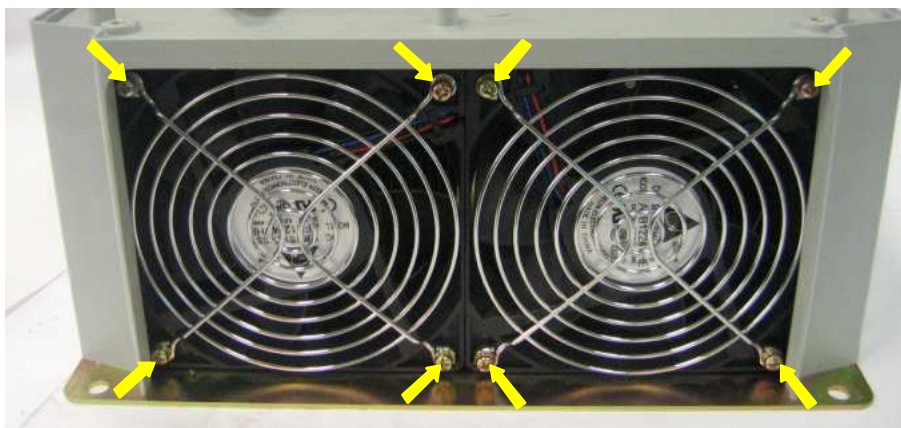

Рис. 6.10
6.8.1. Выкрутить 8 винтов крепления вентиляторов (рис. 6.10, желтые стрелки), вытянуть поочерёдно винты пинцетом из отверстий и положить их в тару.